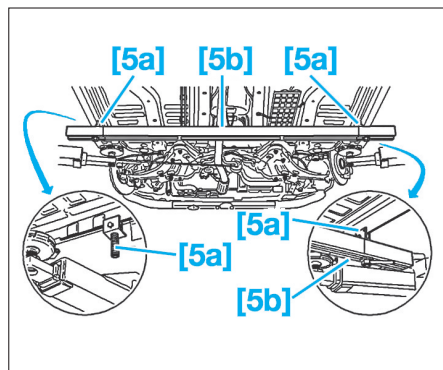

Fig. 8
- A l'aide de l'outil [5] ou équivalent, positionner les pinces [5a] sur le bas de caisse du véhicule de chaque côté (Fig.8).